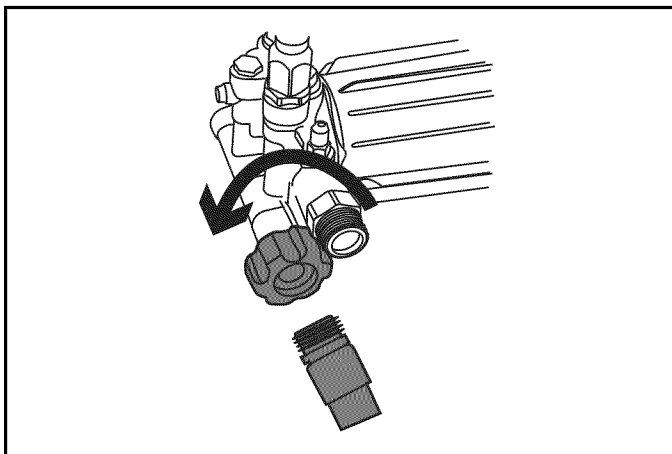

Figura 4-12. Conexión de la manguera de jardín
3. Conecte la manguera de jardín (que no exceda los 50 pies [15 m] de largo) en la entrada de agua (Figura 4-12). Apriete con la mano.